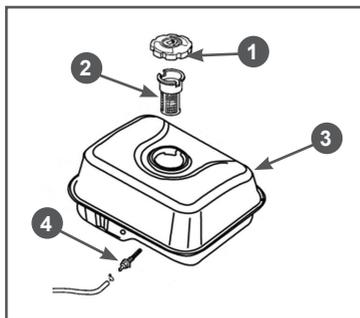

Рис. 29 Топливные фильтры
пливного бака и установлен внутри бака (Рис. 29).
Через каждые 300 часов работы необходимо производить очистку топливного бака от грязи и конденсата. Одновременно с очисткой топливного бака необходимо проверять и очищать фильтр 4, установленный внутри бака (Рис. 29). Поврежденный или сильно загрязненный фильтр необходимо заменить.
3. Выкрутите из топливного бака выходной штуцер 4 и произведите его очистку (Рис. 29). Внимательно осмотрите сетчатый фильтр. При обнаружении механических повреждений замените штуцер топливного бака.